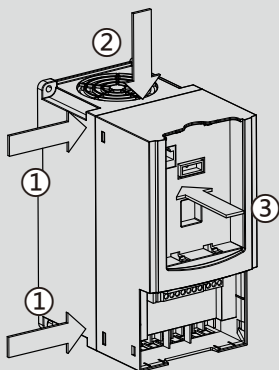

图 2-5 上盖板的安装
见图2-5，先将上盖板左侧面和顶面分别与产品底壳①和②对齐，再方向③按下平行按压上盖板，直到听到“咔嚓”一声为止，检查上盖板和底壳四周紧密无缝隙。